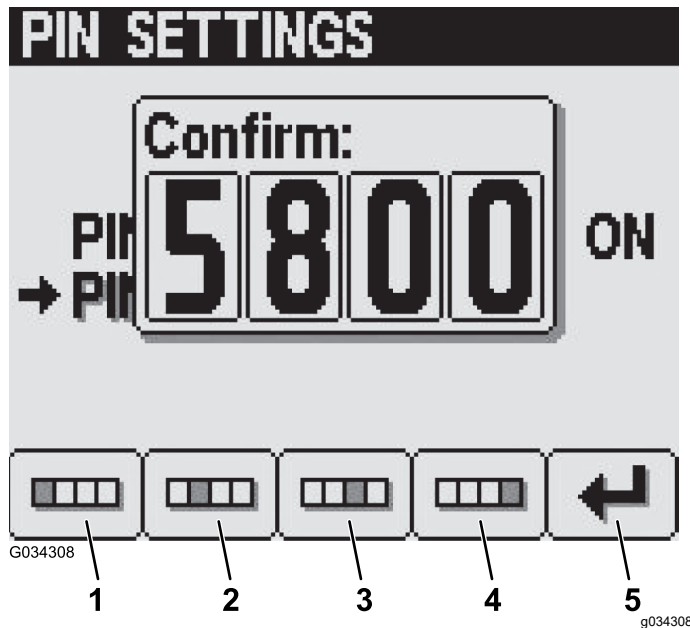

图 29
- 在输入新 PIN 屏幕按 1 至 4 号按钮可输入您的新 PIN 码。PIN 输入完成后按 5 号按钮 图 29。
**注意** 确认 PIN 码之后 图 29 Pin CorrectPin 纠正屏幕将显示约 5 秒钟。